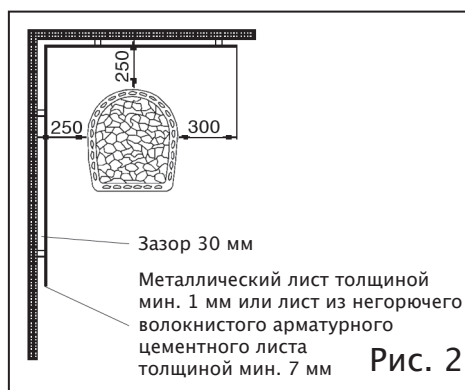

Рис. 2
2. Расстояния безопасности, которые указаны в пункте 1, можно сократить наполовину (до 250 мм), если будет использована, так называемая, одинарная легкая изоляция, которая может быть сделана из негорючего волокнистого арматурного цементного листа мин. 7 мм толщиной или из металлического листа мин. 1 мм толщиной. Места крепления изоляции следует делать достаточно близко друг к другу. Между листом и изолируемой поверхностью должен быть зазор не менее 30 мм, который достигается, например, за счет использования металлических втулок в качестве промежуточной опоры. Изоляция не должна соприкасаться с полом и потолком. (См. рис. 2)